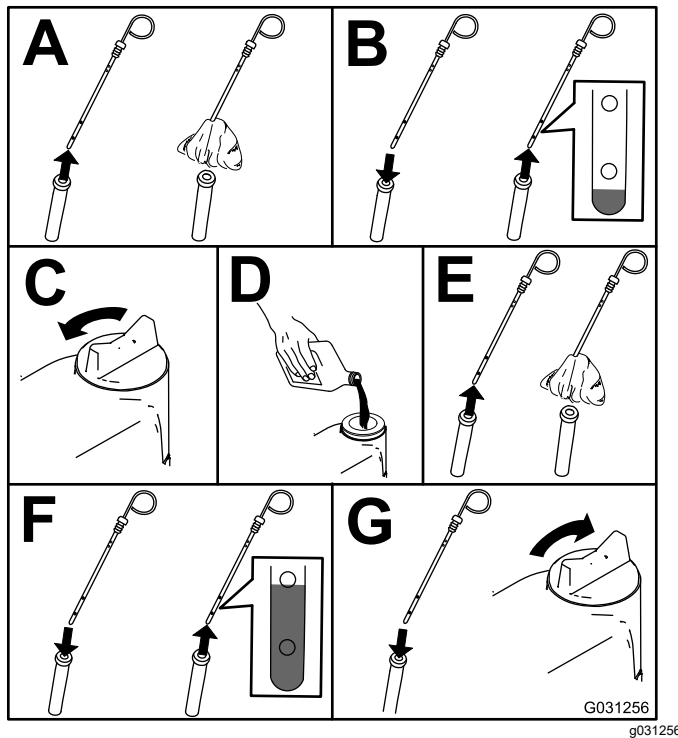

Figure 52
2. Contrôlez le niveau d'huile moteur ; voir Figure 52.